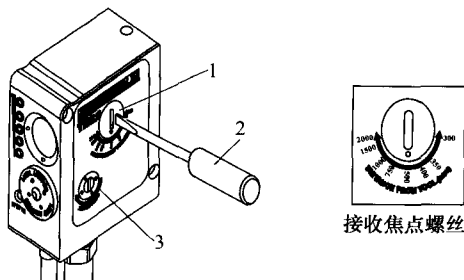

图 4
(3) 调试 ①按照图4所示, 将TRS2的检测距离预设为350mm。②移动机床各轴调整刀具位置, 使光束直射到刀尖上并且保证至少一个绿色指示灯亮起。③测量刀尖与TRS2之间的距离(距离必须在300~2000mm), 按照图4所示调整至所测距离。④L1000子程序参数设定: 将②项机床各轴所在位置的机械坐标值输入到如下位置: RENL[14]=